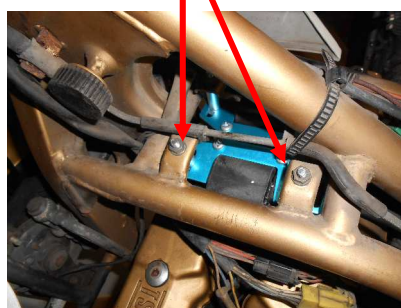

図2
- ② ガソリンタンクを外してノーマルコイルを外して下さい。
- ③ 8 ページ「プラグコードコネクタ装着方法」に従ってプラグコードを SP II コイルに装着して下さい。プラグコード / キャップはリーク防止の為、新品又は良品を使用して下さい。
- ④ SP II イグニッションコイルをフレームなどに当たらないように位置を調整して取り付けして下さい。左側が #1 & #4 用、右側が #2 & #3 用コイルです。左右共 SP II シールが見えるよう装着してください (図2、3)。
- ⑤ SP II コイルの 1 次コネクタを配線の色に注意して接続して下さい。メインワイヤハーネスの橙 / 白 (電源) を SP II コイルの赤と接続して下さい。ワイヤハーネスの白 (#1 & #4 コイル用) を SP II コイル (1・4) の黄と接続して下さい。ワイヤハーネスの黒 / 黄 (#2 & #3 コイル用) を SP II コイル (2・3) の黄と接続して下さい。